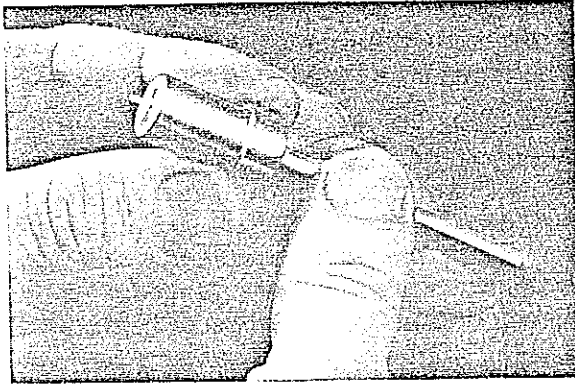

Fig.07-4/9
5. Reinig de verstuivernaald met een hoekig, in dieselbrandstof gedrenkt staafje hardhout. Wanneer het profiel van de verstuivernaald sterk is verkoold, kan zij met haar druktap (13) in een geschikte bek van een draaibank of een boormachine worden vastgezet. Reinig hierna de naaldtap (8), de gec calibreerde tap (9) en het naaldsluitvlak (10) met een in olie gedrenkt hoekig staafje hardhout (fig. 07-4/10 en 07-4/11).